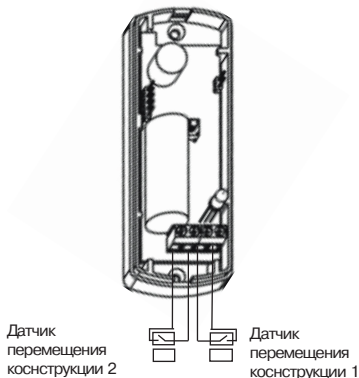

Рис. 22
- подключите датчик перемещения конструкции через линию связи к контактной колодке блока обработки сигналов (рис. 22);